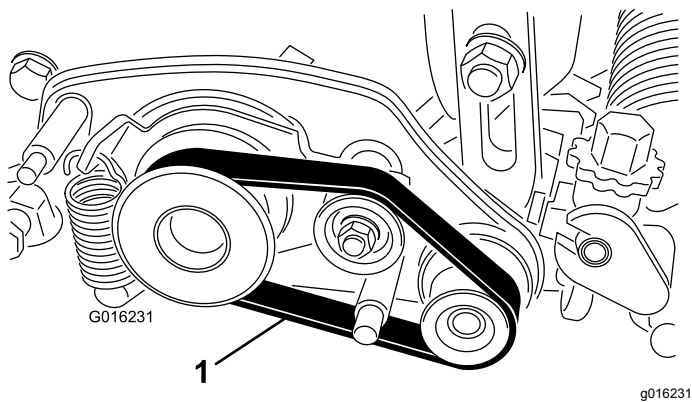

Bild 17
- Verlegen Sie den Riemen über die Antriebsriemenscheibe, die Spannscheibe und die angetriebene Riemenscheibe, wie in **Bild 17** dargestellt.